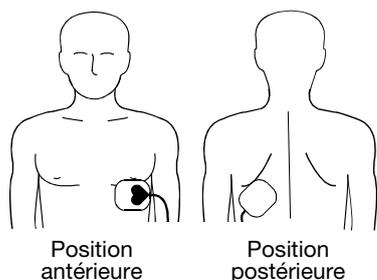

Figure 3-1 Placement antérieur-postérieur
- 1 Placer le patch ♥ ou + sur la région précordiale gauche, comme indiqué à la Figure 3-1.
- 2 Placer l'autre patch derrière le cœur dans la zone intrascapulaire, comme indiqué à la Figure 3-1.